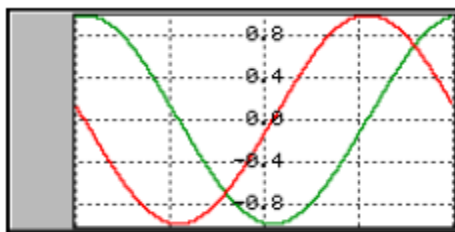
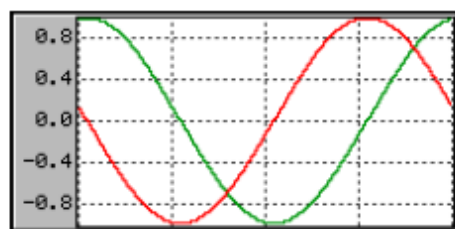

Figura 19: Prima di chiamare la funzione `GRAPH_SCALE_SetPos` la scala numerica di questo graph widget è al centro del data area.
Figura 20: Dopo aver chiamato la funzione `GRAPH_SCALE_SetPos` la scala numerica è posta a sinistra in corrispondenza del bordo.
- Descrizione: funzione che setta la posizione della scala (**Figura 19** e **Figura 20**).